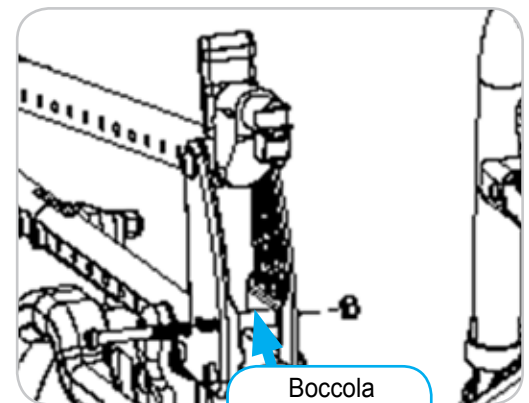

Figura 14
4. Utilizzando una brugola da 4 mm e una chiave inglese da 10 mm, rimuovere la testa del bullone dal dado. Cfr. Figura 14.